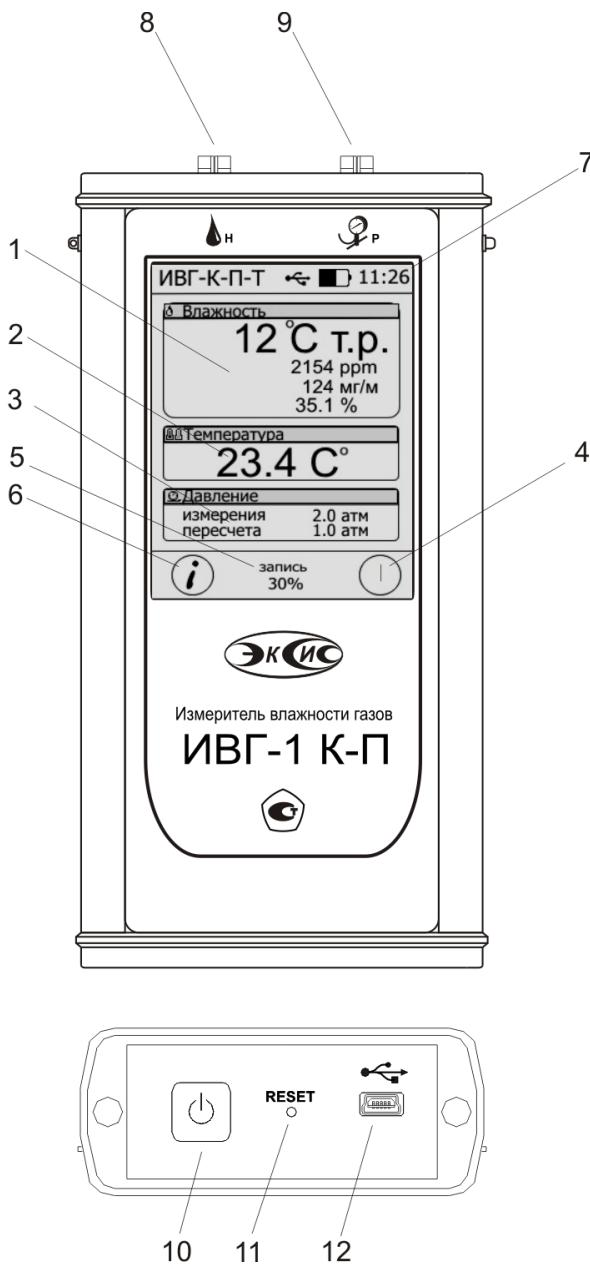
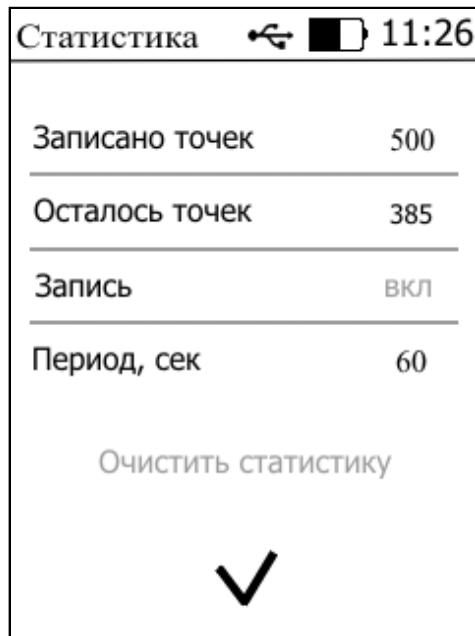

Рисунок 3.1 Вид лицевой панели прибора
Рисунок 5.2 Меню «Статистика»
Состояние записи статистических данных в прибор отображается в области «Статистика» рис.3.1 поз.5. в нижней части дисплея, вызов меню настроек записи статистики осуществляется нажатием на эту область (рисунок 5.2).
**ВАЖНО:** Пересчитанные значения влажности начнут отображаться только после переключения прибора в режим индикации пересчитанных значений. Для переключения режимов следует нажать на область индикации влажности (рисунок 3.1, поз.1), при этом в названии области рядом со значком появится значок , это означает, что режим пересчета включен. Для отключения режима пересчета следует повторно нажать на область индикации влажности, при этом пропадет значок и на показания влажности не будут влиять ни введенные коэффициенты, ни измеренное давление.